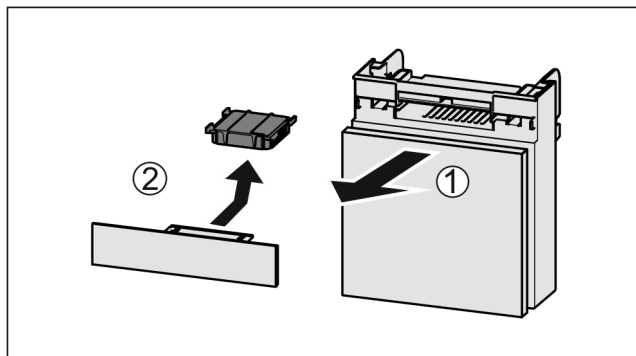

Fig. 94
- ▶ Zásuvku vytáhněte dopředu Fig. 94 (1).
- ▶ Filtr s aktivním uhlím vyjměte Fig. 94 (2).